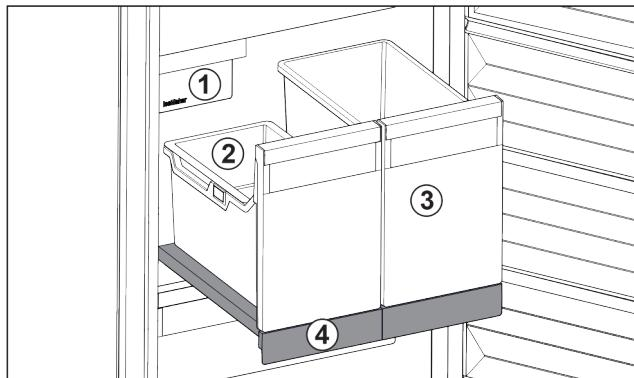

Fig. 79 Vysouvací příhrádka s IceTower
- (1) IceMaker
- (2) Závěsná miska pro kostky ledu
- (3) Nádoba např. pro pizzu, alkoholické nápoje
- (4) Vysouvací příhrádka
Na vysouvací příhrádce jsou dvě vysoké nádoby (IceTower). V nádobě Fig. 79 (2) se shromažďují a skladují kostky ledu z IceMaker. Nádoba Fig. 79 (3) se hodí pro skladování vysokých potravin jako pizzy nebo alkoholické nápoje.